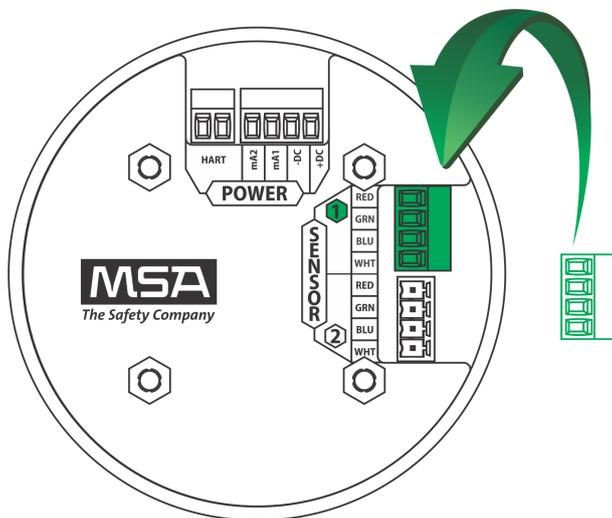

Abb. 33 Anschließen eines Sensors an der Leiterplatte
- (9) Anschluss mit dem Leiterplattenstapel verbinden und dabei sicherstellen, dass die entsprechenden Leiter sich in den richtigen Klemmen befinden.
- (10) HART-Leiter anschließen (für optionalen lokalen HART-Port).
- (11) XCell- oder XIR PLUS-Sensor mit dem grünen Anschluss anschließen. Die Sensorkabel sind bereits wie auf der Abdeckplatte dargestellt angeschlossen (siehe Abb. 33):